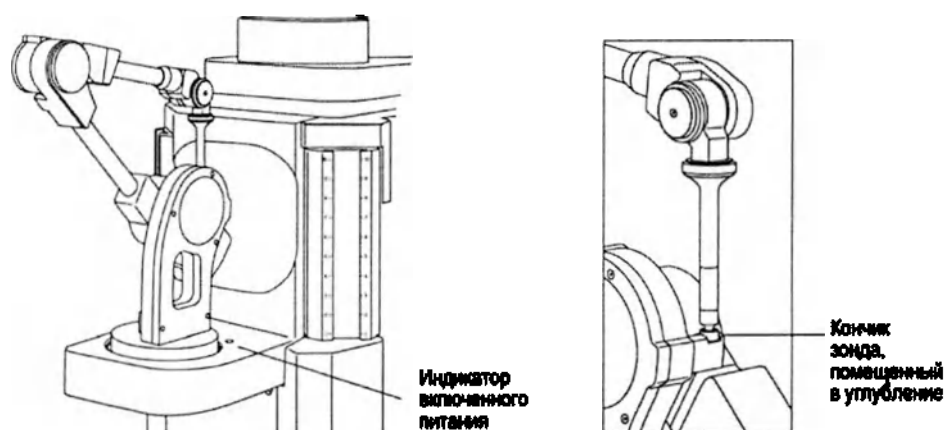

Рисунок 3-3. Оцифровывающее устройство в исходном положении
- c. Приведите оцифровывающее устройство в исходное положение, поместив датчик в углубление, оцифровывающее устройство должно покоиться на стопоре (Рисунок 3-3).